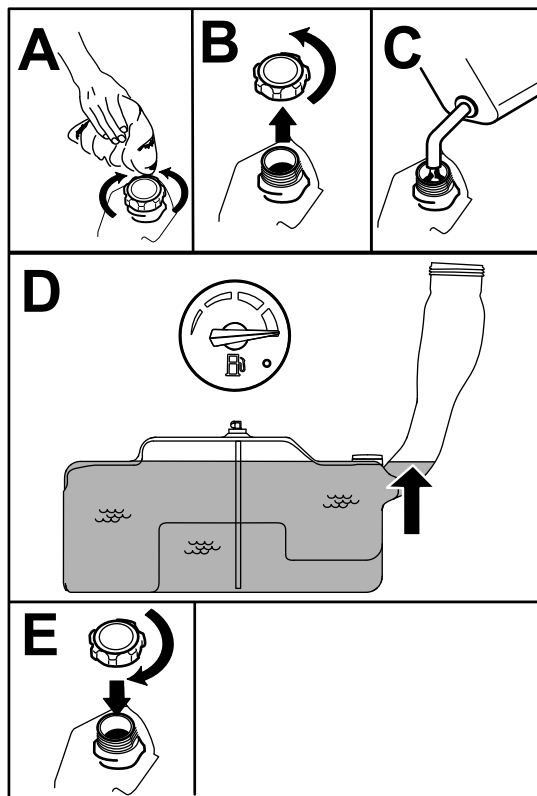

Figura 8
5. Encha o depósito de combustível até que o indicador de combustível mostre que se encontra na marca de cheio (Figura 8).